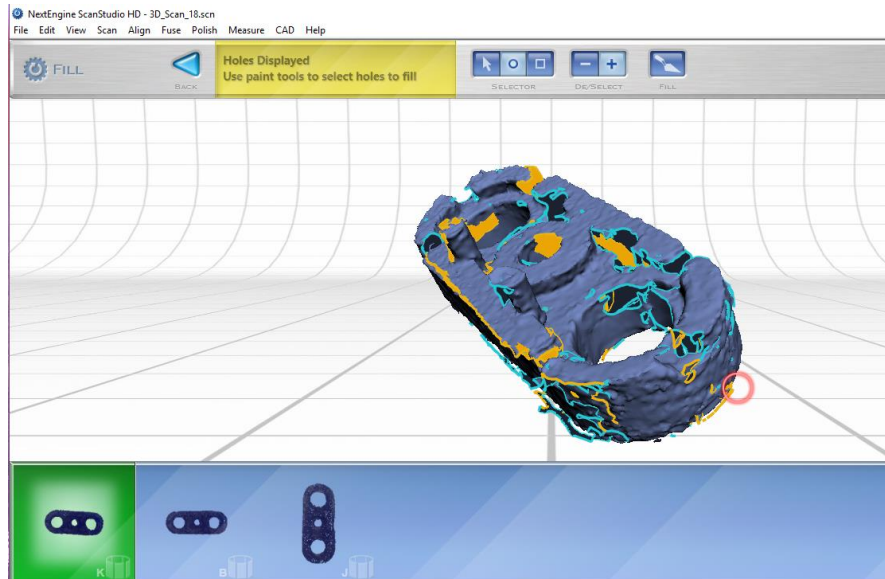

Figura 51. Seleccionando huecos.
15. Una vez encontrados los huecos del objeto seleccione la opción **TRIM** (cortar) en el botón circular tal como se muestra en la Figura 51.